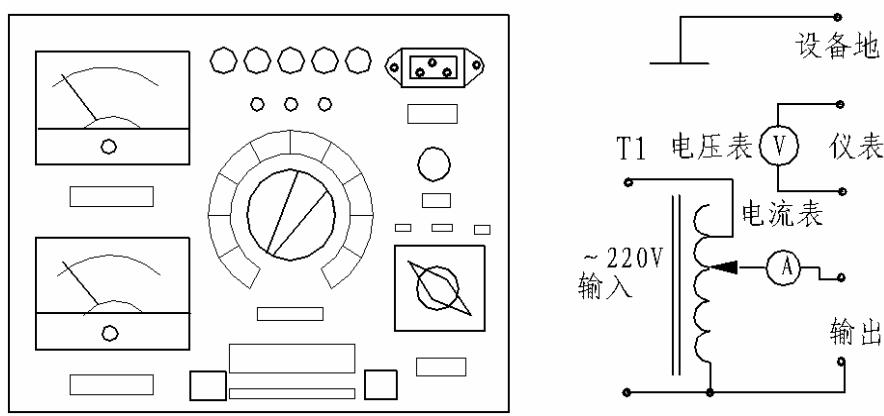

图 2.8 高压试验操作箱示意图
1、操作箱（选配仪器）：高压试验操作箱与高压 PT 配套，一般需要输出交流 0—50KV，直流 0—70KV 电压、输出功率 1.5—5KW、具有过流保护功能并且能将过流保护功能关断，其外形图和接线图如图 2.8 所示：